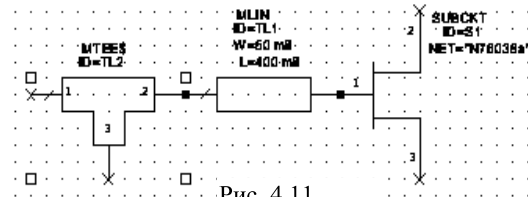

Рис. 4.11
- Нажмите левой кнопкой мышки на модель **MTEES** и, не отпуская кнопки мышки, перетащите элемент в окно схемы, отпустите кнопку, поместите элемент так, чтобы соединить его с левым узлом элемента **MLIN**, как показано на рис. 4.11 и щёлкните левой кнопкой мышки, чтобы зафиксировать его.